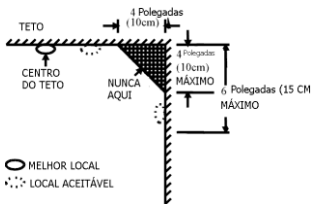
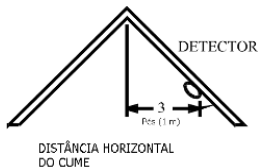

Figura 3: Recomendações para os melhores e mais aceitáveis locais para instalar os detectores de fumo e calor.
Figura 4: Local de instalação recomendado para detectores de fumo e calor em ambientes com tetos inclinados ou telhados de duas águas (inclinação > 20 graus).
- Instale os detectores de fumo e calor o mais perto possível do centro do teto. Se isso for difícil, instale o detector a pelo menos 10 cm de paredes e cantos (*ver Figura 3*).
- Caso não seja possível instalar os detectores no teto, fixe-os nas paredes a uma distância de 10 a 15 cm do teto (desde que não contrarie as normas locais) (*ver Figura 3*).
- Se sua residência tiver teto inclinado ou telhado de duas águas, tente instalar os detectores a 90 cm do ponto mais alto do telhado, medindo horizontalmente (*ver Figura 4*).
- Em áreas com ar parado, como cumeeiras ou cantos entre paredes e tetos. O ar parado pode impedir que o fumo chegue ao detector (*ver Figura 3 e Figura 4 sobre os locais de instalação recomendados*).